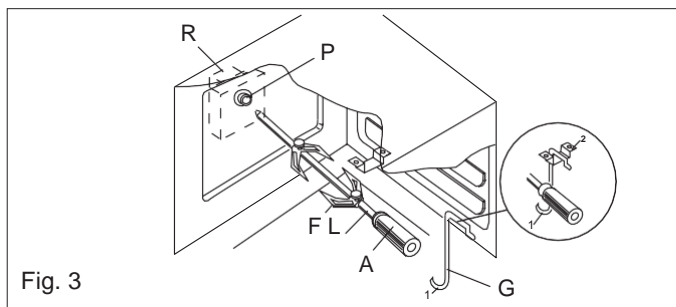

Fig. 3
- Enfiler le poulet ou la partie à rôtir sur la broche **L** en ayant soin de bien l'immobiliser entre les deux fourchettes **F** et de l'équilibrer, de manière à éviter des efforts inutiles au moteur-réducteur **R** (fig. 3).
- Mettre la broche sur le support **G**, après avoir introduit son extrémité opposée dans l'orifice **P** du moteur **R** (fig. 3).
- Pour retirer la roche, intervenir en sens inverse en utilisant la poignée **A** et un gant de protection en laine isolante (fig. 3).